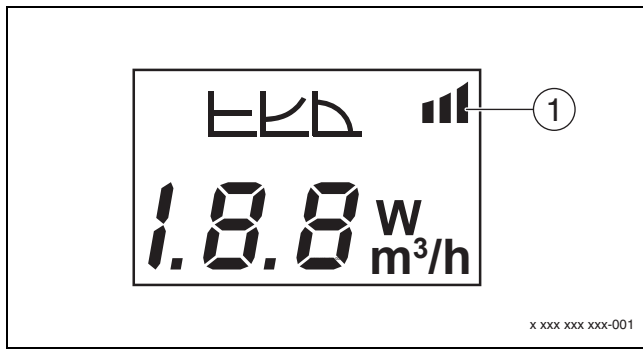

Bild 8 Display
2. Um die gewünschte Betriebsart einzustellen, Bedienknopf mindestens 0,5 Sekunden drücken, bis das Symbol für Externe Vorgabe (→ Bild 8 [1]) blinkt.